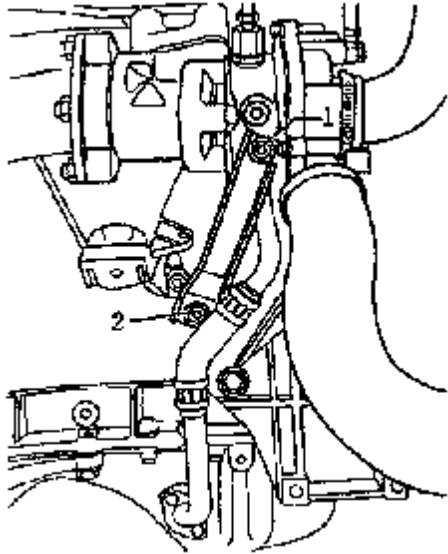

图 4-79 拧松涡轮增压器支架螺栓
(1) 安装气缸盖前, 必须将曲轴和凸轮轴转到 1 缸上止点位置。将涡轮增压器支架的螺栓拧松 2 圈, 以免安装气缸盖时产生内应力, 如图 4-79 所示。